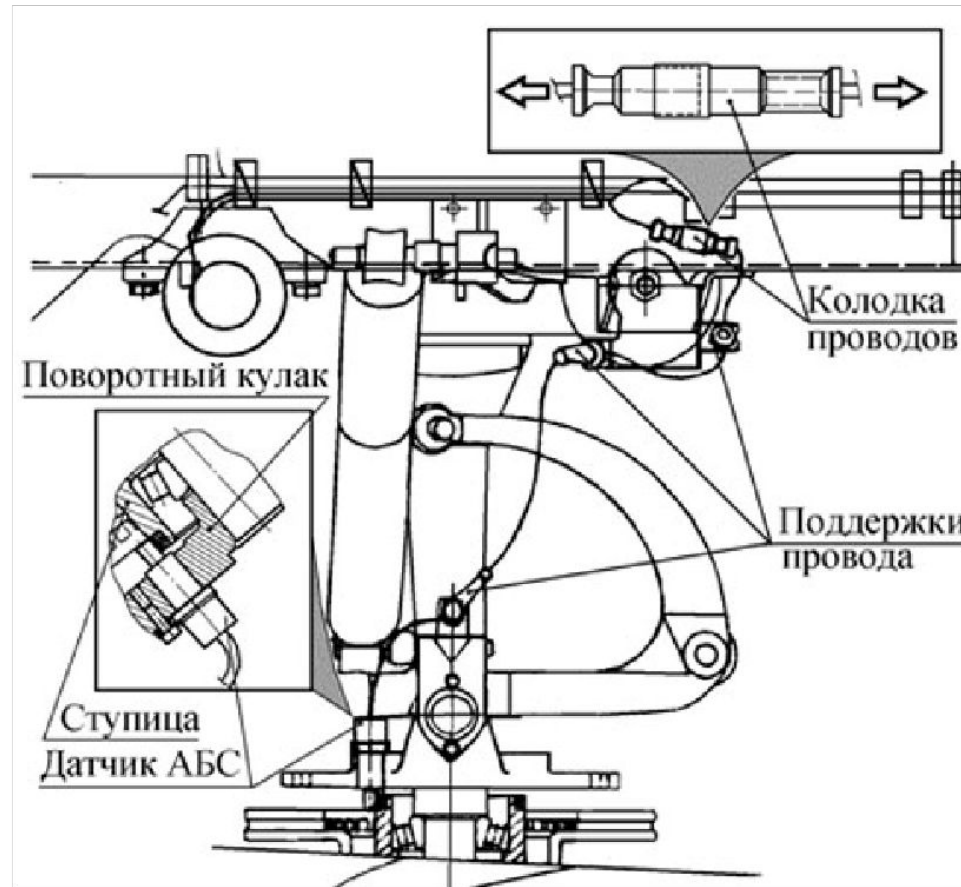

Рис.17. Замена датчика ABS передних колес автомобиля "ГАЗель"
1. Разъединить колодку проводов жгута ABS и датчика (рис.17).